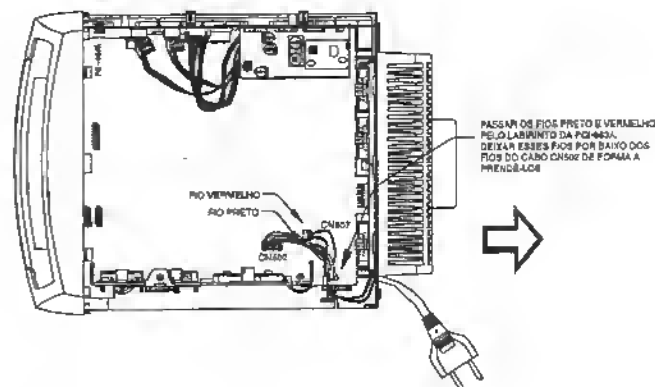

Fig. 3
- Desconecte os fios preto e vermelho do conector CN507 (fig.3).